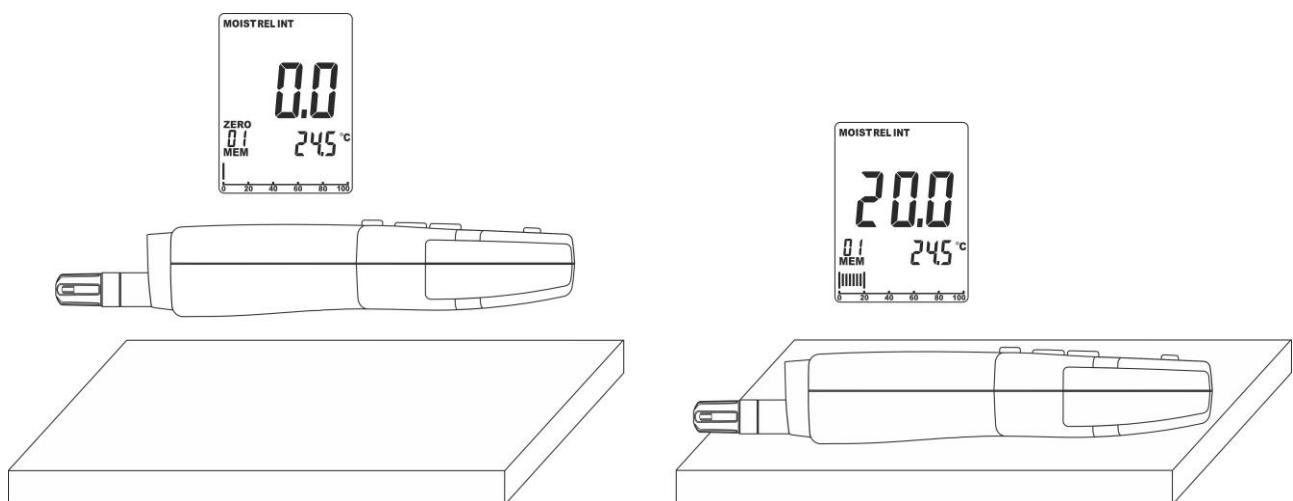

Abb. 8: Verwendung des Geräts zur Messung der Feuchtigkeit mit Kontakt mit dem eingebauten Sensor
5. Falls der Wert nicht auf Null gestellt wird, drücken und halten Sie (>2s) die Taste **MODE/ZERO**. Das Symbol “ZERO” erscheint kurz im Display und der Wert im Hauptdisplay wird auf Null gestellt (siehe Abb. 8 – linke Seite).